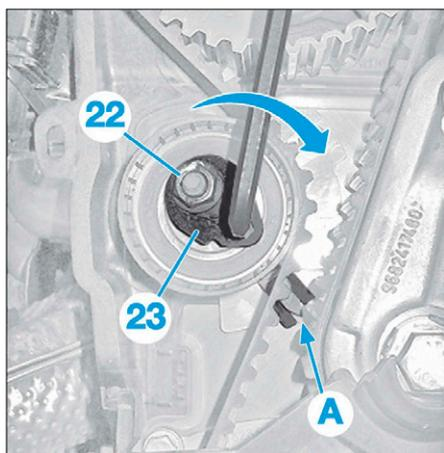

FIG. 16
- Desserrer la vis de fixation (27) de la poulie de vilebrequin.
- Appliquer une tension nominale sur la courroie de distribution (Fig.16) :